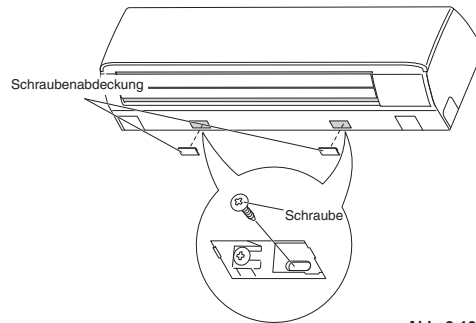

Abb. 3-104
- (1) Die Schraubenabdeckung an der Unterfläche entfernen. (Abb. 3-104)
- (2) Den Rahmen mit den zwei mitgelieferten Schneidschrauben 4 x 10 mm an der Rückwand befestigen. (Abb. 3-104)